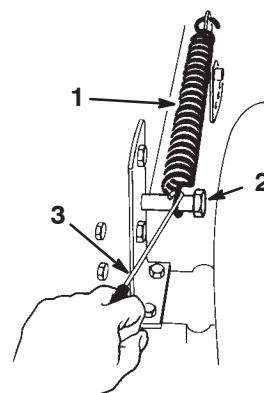

Bild 37
5. Nehmen Sie die Schnithöhenhubfeder von der Befestigungsschraube ab (Bild 37). Die Feder befindet sich zwischen Rahmen und rechtem Hinterrad.
13. Stellen Sie den Schnitthöhenhebel (Mähwerkhub) auf Kerbe „D“. Haken Sie die hubgestützte Feder zur Einlagerung an der Befestigungsschraube ein (Bild 37).